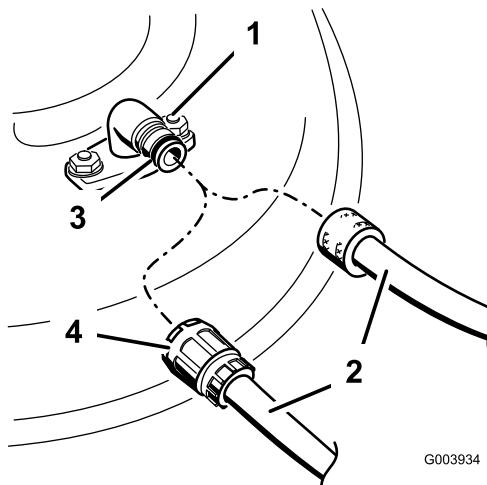

Рисунок 48
- Подсоедините шланг к штуцеру промывки и поверните регулятор подачи воды в положение большого расхода (Рисунок 48).